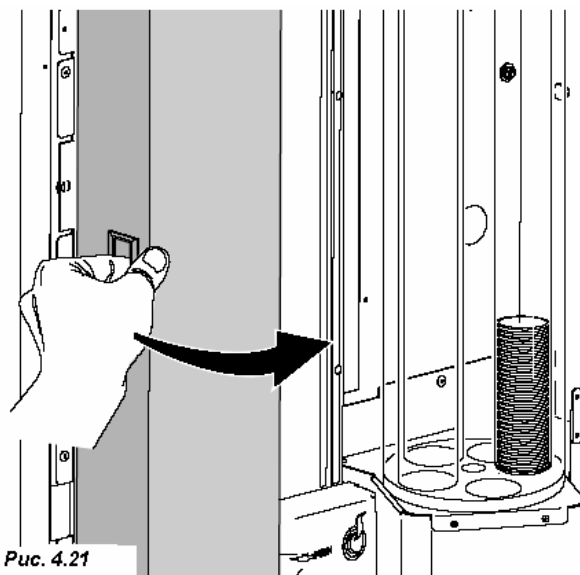

Рис. 4.21
- Откройте панель и защитную дверцу платежного механизма (Рис. 4.21).